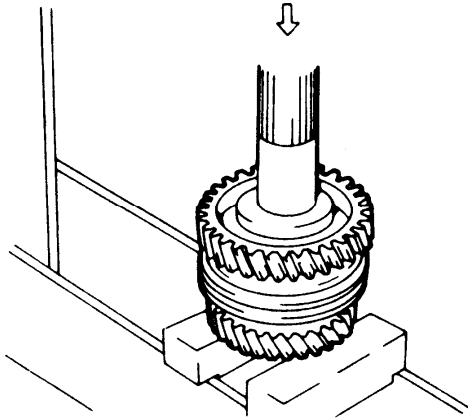

图 3-90 拆卸第 2 档速度齿轮
(1) 如图 3-90 所示, 将第 2 档速度齿轮固定在压力机的台面上, 压主轴的后端, 拆下齿轮轴承套筒、第 1 档速度齿轮、第 1/第 2 档速度同步器和第 2 档速度齿轮。